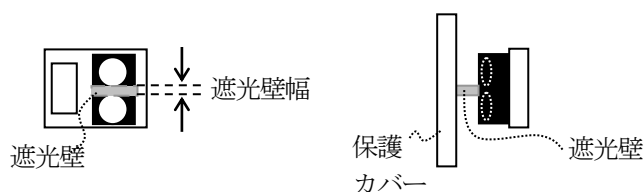

図 16 遮光壁設置例
この直接反射光は①保護カバーの材質、②透過率、③厚さ、④本製品との距離 (スペース)、⑤保護カバーの表面と裏面の角度、⑥本製品と保護カバーの角度等により受光部へ入射する状態が変化します。本製品に保護カバーを設置してご使用になる際は、上記項目について直接反射光の入射を小さくするような設計、また受光レンズと発光レンズ間に本製品と保護カバーに接するように遮光壁の設置 (図16参照) をお願いいたします。